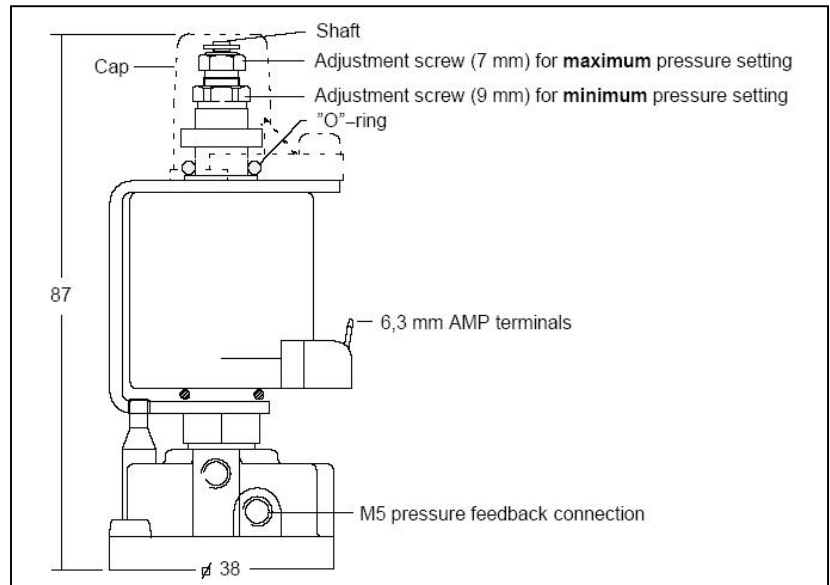

Рис. 1
Настройка минимального давления (см. рис. 1)
- ### Настройка максимального давления (см. рис. 1)